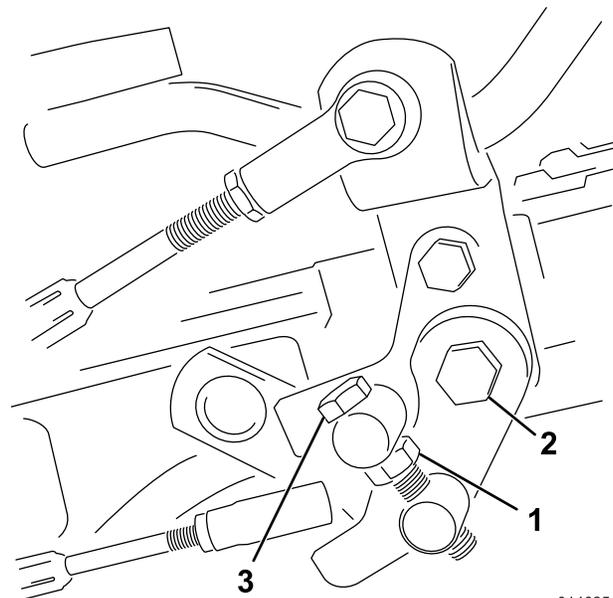

図 51
1. トラニオンボルトのジャムナットをゆるめる **図 51**。
4. トラニオンボルトのジャムナット、およびペダルピボットのナットを締め付けて調整を固定する **図 51**。調整を確認し、必要に応じて再調整する。